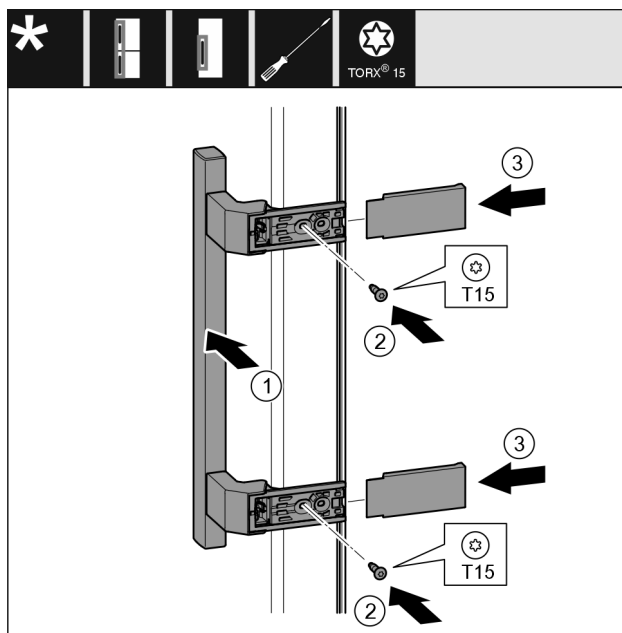

Fig. 26
- Nasad'te madlo Fig. 26 (1) na protilehlé straně.
- Šroubovákem šrouby Fig. 26 (2) pevně utáhněte.
- Kryty Fig. 26 (3) bočně nasad'te a nasuňte.